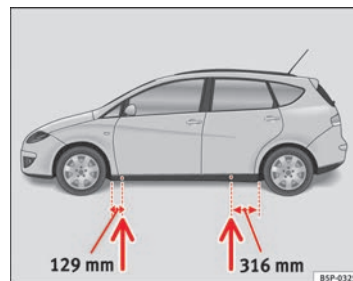

Fig. 179 Points d'appui du cric
- Cherchez sur le bas de caisse le point d'appui le plus proche de la roue à changer ⇒ fig. 179.
Des empreintes sur le bas de caisse à l'avant et à l'arrière du véhicule indiquent les points d'appui du cric ⇒ fig. 179. Un emplacement a été prévu pour chaque roue. Le cric ne doit pas être positionné à d'autres endroits.